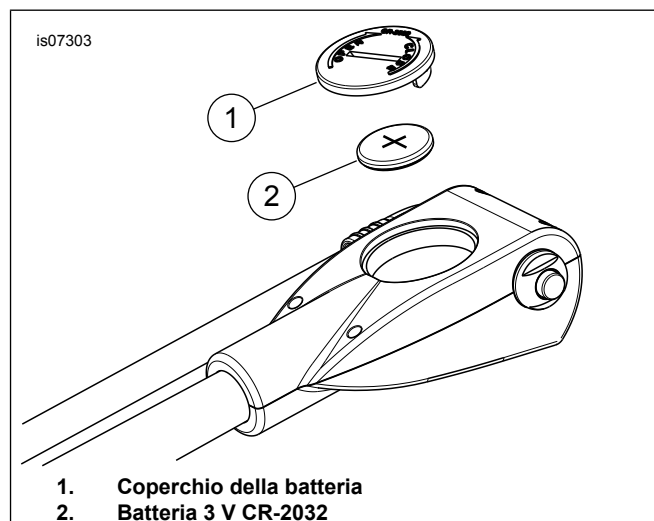

Figura 1. Batteria 3 V CR-2032
- Vedere Figura 1. La batteria della pompa ha una protezione. Rimuovere la protezione della batteria per far funzionare il display della pompa. Rimuovere il coperchio (1) e staccare la protezione dalla batteria (2).
- Se è necessario sostituire la batteria, rimuovere il coperchio (1) e adagiare la batteria nuova. Sostituire con una batteria tipo CR-2032.